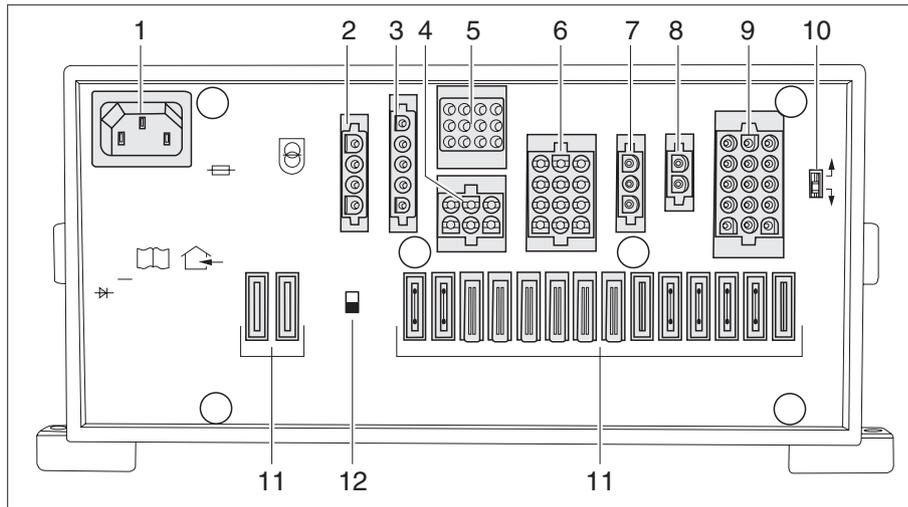

Fig. 63 Centralina elettrica (EBL 119)
L'interruttore staccabatteria (Fig. 63,12) serve a disinserire tutte le utenze a 12 V dell'abitacolo, compresa la valvola di sicurezza/di scarico. In tal modo si evita uno scaricamento eccessivo della batteria dell'abitacolo nei lunghi periodi di fermo del veicolo (ad esempio in occasione di inattività temporanea).
- ▶ Spingere l'interruttore staccabatteria (Fig. 63,12) verso l'alto: Batteria On.
- ▶ Spingere l'interruttore staccabatteria (Fig. 63,12) verso il basso: Batteria Off.
Sul selettore batteria (Fig. 63,10) il modulo caricabile nella centralina elettrica può essere impostato in base al tipo di batteria dell'abitacolo incorporata nel veicolo ("piombo-gel", "piombo-acido" o AGM).